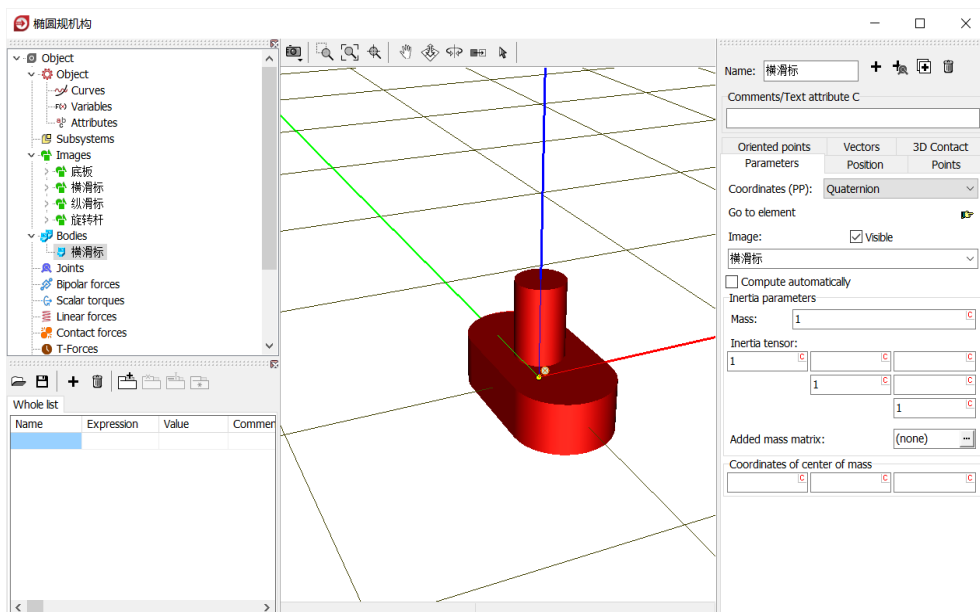

图 2-74
- 6) 创建第一个刚体**横滑标**，从 **Image** 下拉菜单选择几何**横滑标**，设置质量（1）和转动惯量（1，1，1）参数，如图 2-74。